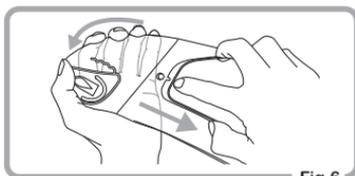

Fig.6
- ① Retirez l'écran du casque.
- ② Retirez la lentille insérable originale Pinlock® des broches excentriques en fléchissant l'écran. (Fig.6)